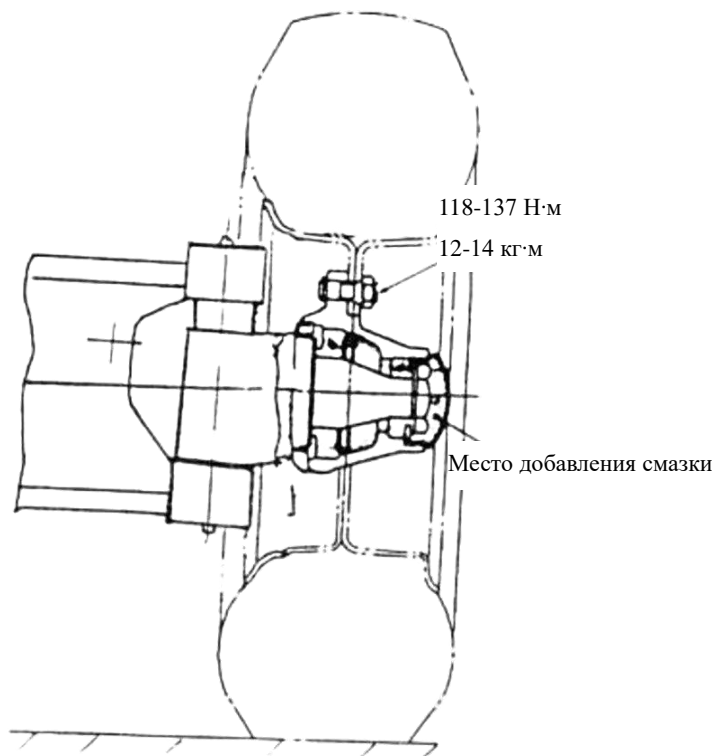

Рис. 5-2
(1) См. Рисунок 5-2, смажьте внутренние полости внутренних и внешних подшипников, крышку ступицы колеса, а также сальник.
(2) Установите наружное кольцо подшипника на ступицу колеса и установите ступицу колеса на вал поворотного кулака.
(3) Установите шайбу и затяните гайку с моментом затяжки 206-235 Н·м (21-24 кг·м), затем ослабьте гайку, затянув гайку снова моментом затяжки 9,8 Н·м (1 кг·м).
(4) Аккуратно постукивая ступицу колеса деревянным молотком, вращайте ступицу колеса 3-4 оборота вручную, чтобы обеспечить стабильность вращения, и измерьте крутящий момент, чтобы его значение находилось в диапазоне 2,94-7,8 Н·м (0,3-0,8 кг·м)
(6) После того, как крутящий момент будет соответствовать стандартному значению, зафиксируйте гайку при помощи шплинта.